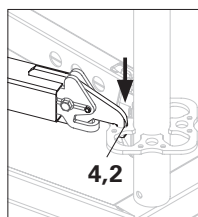

Fig. A1.11c
- attaccare il gancio con dispositivo di scorrimento (**4.2**) alla rosetta. (Fig. A1.11c)
→ Il meccanismo di sicurezza viene sbloccato. (Fig. A1.11c)